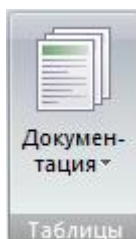

Рис. 10. Панель **Таблицы**
- **Таблицы** (рис.10) – создание, компоновка, просмотр и печать таблиц, отчетов, пояснительных записок для текущей задачи.